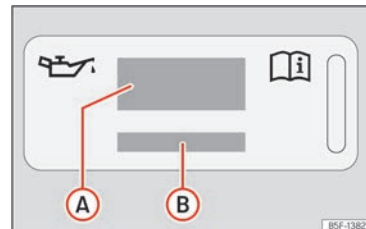
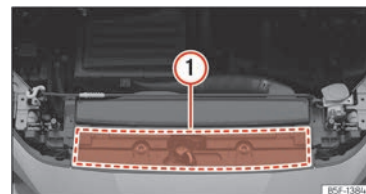

Abb. 236 Im Motorraum: Aufkleber mit Motoröl-Spezifikationen
Abb. 237 Im Motorraum: Position des Aufklebers mit Motoröl-Spezifikationen
Legende zur » » » (Abb. 236):
Wenn Motoröl nachgefüllt werden muss, ver-wenden Sie eines der auf dem Aufkleber an-gegebenen Motoröle »» (Abb. 236). Der Auf-kleber mit der vorgeschriebenen Motoröl-Norm befindet sich im vorderen Bereich des Motor-raums »» (Abb. 237) ①. Bei Verwendung des empfohlenen Motoröls kann das Motoröl so oft wie erforderlich nachgefüllt werden.
- Wenn der Aufkleber mit den Motoröl-Spezifikationen »» (Abb. 236) fehlt, wenden Sie sich an einen Fachbetrieb.